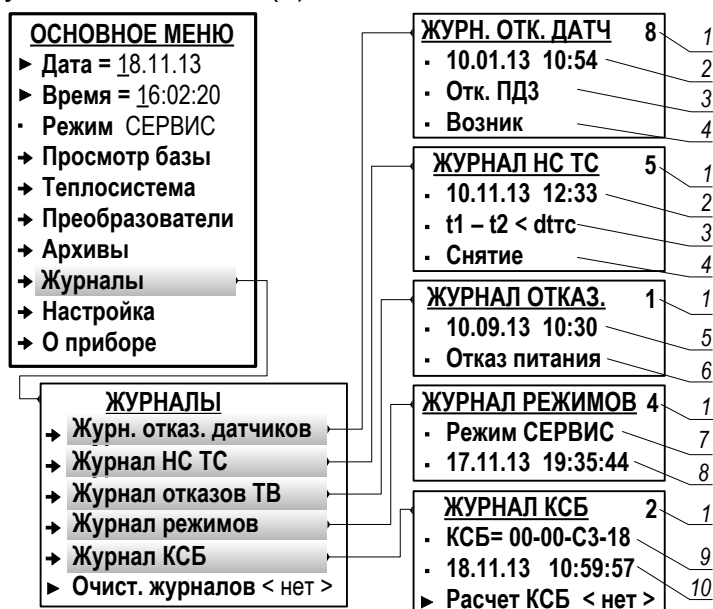

Рис.45. Вид меню «Журналы» (режим СЕРВИС).
7.9.3.3. Журнал отказов датчиков и Журнал НС ТС (рис.45) имеют одинаковую структуру. В журналах сохраняется:
- индексный номер записи (1);
- дата и время возникновения или снятия отказа, НС (2);
- обозначение отказа, НС (3);
- статус отказа или НС (4).
7.9.3.4. Отказы, возникающие в процессе работы тепловычислителя, фиксируются в Журнале отказов ТВ (рис.45). В журнале отказов сохраняется:
- дата и время возникновения отказа (5) (при возникновении отказа по электропитанию ТВ – дата и время устранения отказа);
- обозначение отказа (6).
7.9.3.5. Изменение режима управления ТВ фиксируется в Журнале режимов (рис.45).
- наименование текущего режима (7);
- дата и время установления режима (8).
- 7.9.3.6. В Журнале КСБ (рис.45) сохраняется:
- обозначение контрольной суммы базы установочных параметров (9);
- дата и время расчета сохраненной КСБ (10).